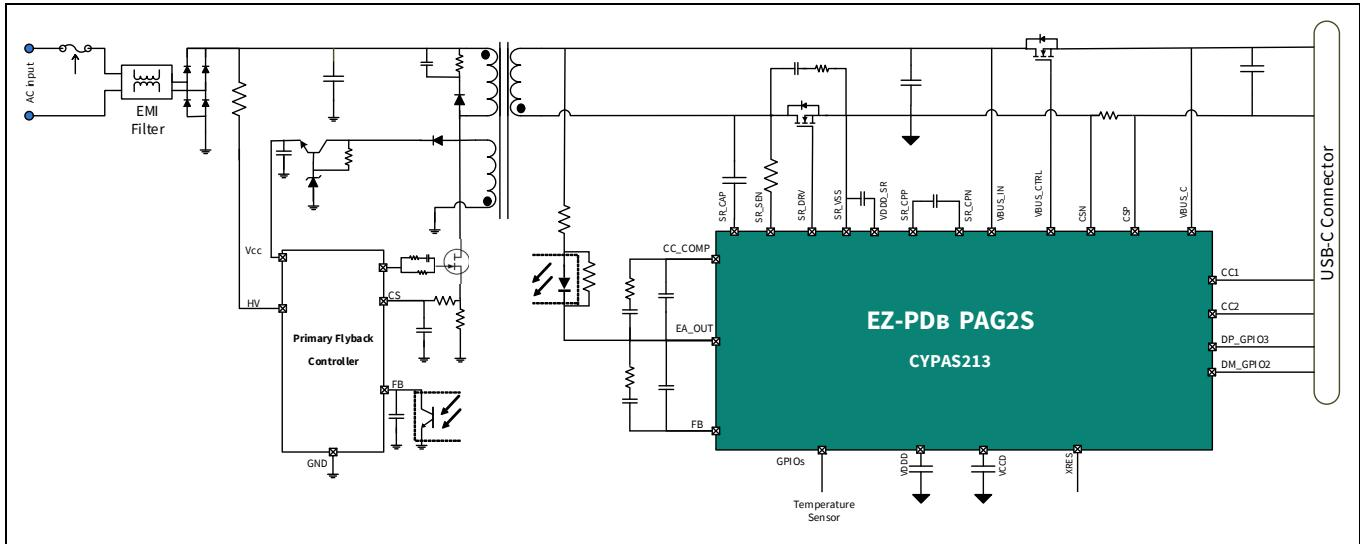

Figure 1 一次側フライバック制御付き USB PD アダプタ
Figure 1 に、一次側制御の同期フライバックシステムを実装した電源アダプタのアプリケーション図を示します。このシステムでは、EZ-PD™ PAG2S-PS は内部誤差アンプ (EA) を利用し、二次側からフィードバックを受け取って、オプトカプラのような絶縁バリアを介して一次側コントローラーに渡します。一次側コントローラーは、標準的なフライバックコントローラーが使用できます。このトポロジでは、EZ-PD™ PAG2S-PS は二次側整流、充電プロトコル制御、および故障保護という 3 つの主要な機能を備えています。
EZ-PD™ PAG2S-PS は、定電圧動作モードと定電流動作モードの両方で二次側出力の検出とフィードバックを行う 2 個の誤差アンプ ブロックを内蔵しています。誤差アンプの出力は、外部オプトカプラを流れる電流の調整に使用できます。誤差アンプの負入力はフィードバック (FB) ピンであり、正入力は内部電圧リファレンスです。FB ピンの電圧は、所望の VBUS 出力を達成するように内部電流ソース / シンク IDAC を使用して変更できます。アプリケーション図 (Figure 1) に示すように、FB ピンと EA_OUT ピンの間に外部補正ネットワークが必要です。定電流動作モードでは、機能ブロック図に示すように、内部ローサイド電流検出アンプ (LSCSA) の出力が独立した誤差アンプに供給されます。Figure 1 に示すように、定電流モードにおけるレギュレーションには、CC_COMP_GPIOx と EA_OUT の間に外部補正ネットワークが必要です。EZ-PD™ PAG2S-PS の誤差アンプは、USB PD の PPS EPR 仕様で要求されるように、3.3V ~ 28V の定電圧レギュレーションおよび 1A ~ 5A の定電流レギュレーションが可能です。